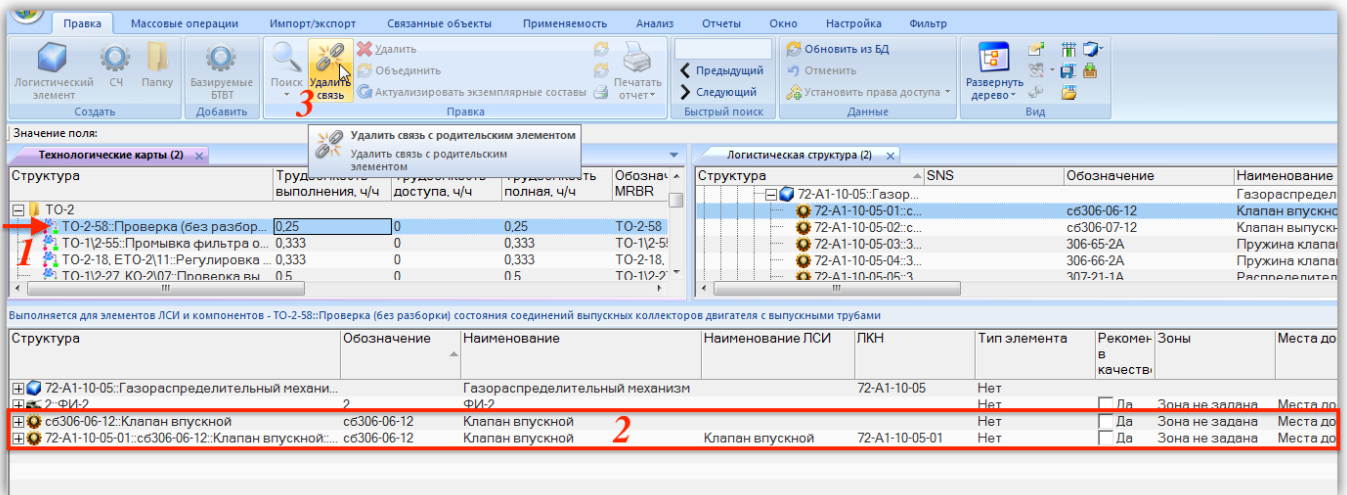

Рис. 17-45 – Связь ТК «ТО-2-58» с компонентом «сб306-06-12» установлена дважды
– Выделить компонент в связанном окне «Выполняется для элементов ЛСИ и компонентов» для техкарты и нажать кнопку «Удалить связь» панели «Правка». Связь будет удалена для всех мест использования данного компонента. Однако если компонент был связан с ТК несколько раз, то удалена будет только выбранная связь. В примере на рис. 17-45 связь ТК с компонентом «сб306-06-12» установлена дважды (2). Если удалить одну из них, нажав кнопку «Удалить связь» (3), то другая связь сохранится.